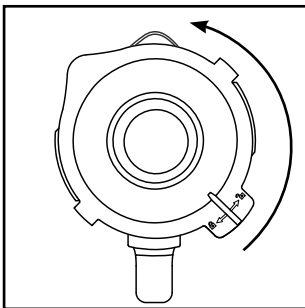

Fig. 1
- 1) Tournez le bol mixeur ③ dans le sens anti-horaire jusqu'à ce que la flèche ▼ située sous la poignée du bol mixeur se trouve sur la position . Détachez le bol mixeur ③ tout droit vers le haut du bloc moteur ⑥.
- 2) Retirez le couvercle ② en le tournant dans le sens anti-horaire en direction de la position  (voir fig. 1), jusqu'à pouvoir le retirer par le haut.
3) Remplissez le bol mixeur ③ au minimum jusqu'au trait inférieur de la graduation ⑧ et au maximum jusqu'au repère MAX. Pour d'excellents résultats, nous recommandons les quantités maximales suivantes :